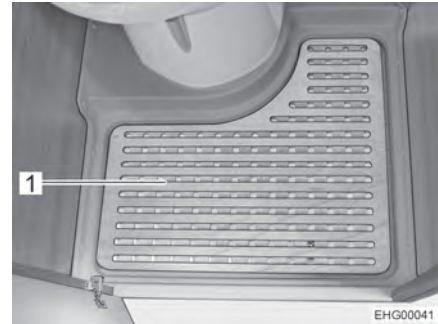

Bild 114 Herausnehmbare Bodenplatte
- Herausnehmbare Bodenplatte (Bild 114,1) zum Duschen entfernen.